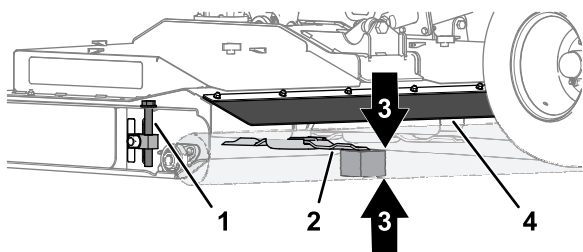

Рисунок 80
1. Находясь в задней части деки газонокосилки, поднимите заднюю заслонку и вставьте деревянный брусок толщиной 51 мм между задним концом среднего ножа газонокосилки и землей (Рисунок 80).